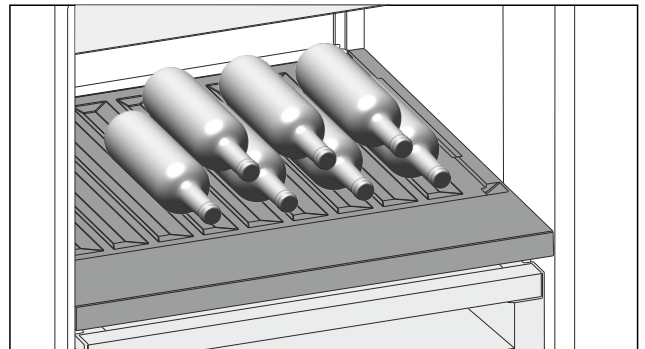

Fig. 145
- ▶ Introduzca las botellas con la base orientada hacia la pared posterior. (consulte Fig. 145)